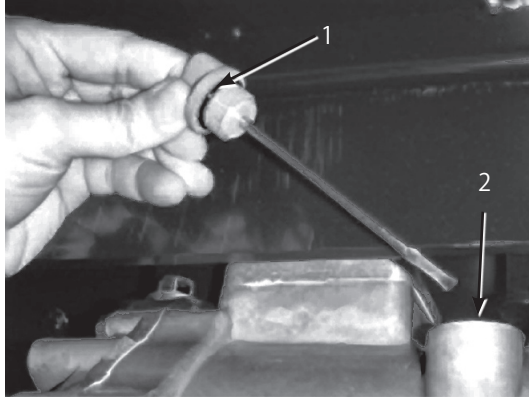

図10
2. トランスアクスルのディップスティックを抜き、ウェスで一度きれいに拭く(図10)。